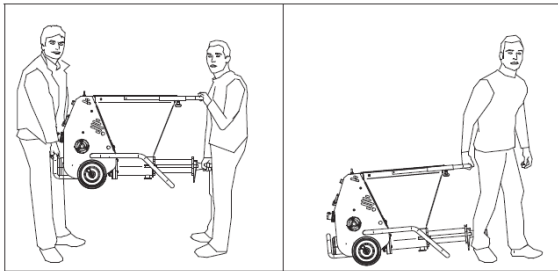

FIG.3
8. TRANSPORTIERBARKEIT (siehe Abb. 3/4)